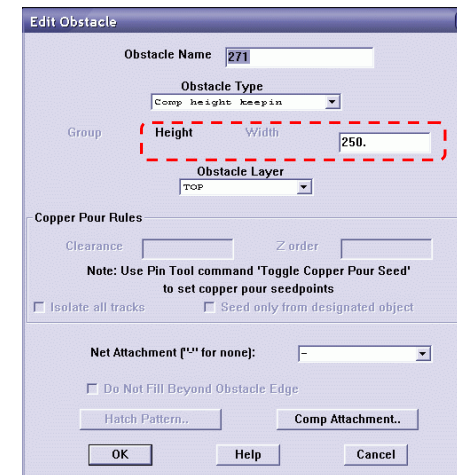

рис. 5-9
⑤ – это obstacle **Comp height keepin**, расположенная в слое TOP. На рис. 5-9 видно, что obstacle имеет параметр **Height**67 равный 250 милей. Таким образом, все компоненты высотой 250 милей и выше обязаны располагаться внутри очерченной зоны.